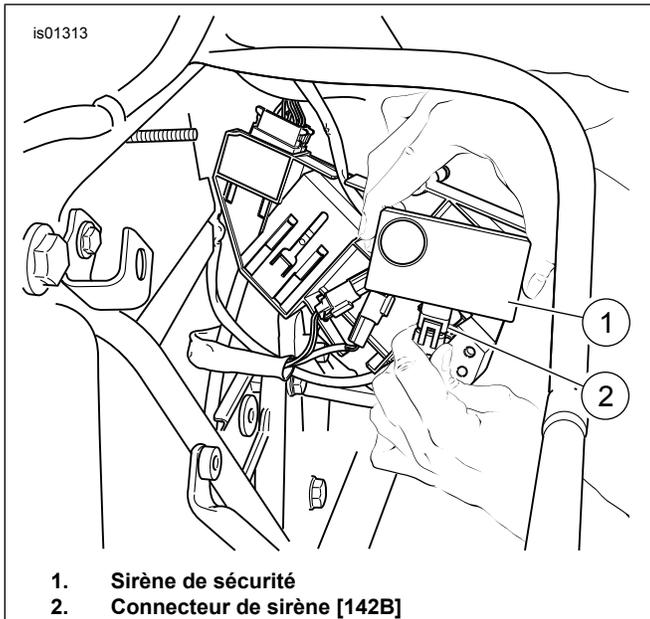

Figure 15. Connecteur de sirène (Touring 2002-2007)
6. Figure 15 Insérer le connecteur de la sirène de sécurité [142B] (2) dans le réceptacle du boîtier de la sirène jusqu'à ce que le connecteur se fixe adéquatement